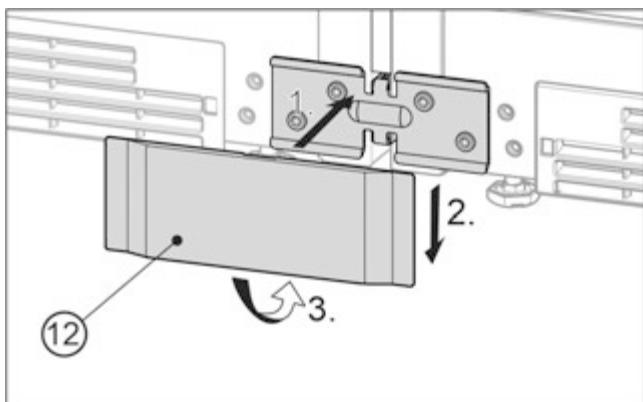

Fig. 25 Приближене відображення
- ▶ Насадіть нижню кришку Fig. 25 (12) спереду на кут Fig. 25 (1), зсунути вниз Fig. 25 (2) і зафіксуйте знизу Fig. 25 (3).